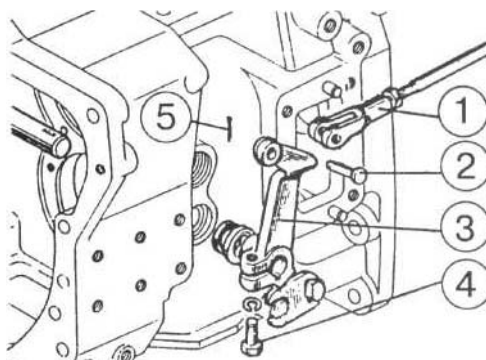

Рисунок 4.23
- а) расшплинтуйте и выньте палец 2 (рисунок 4.23), отсоедините тягу 1.